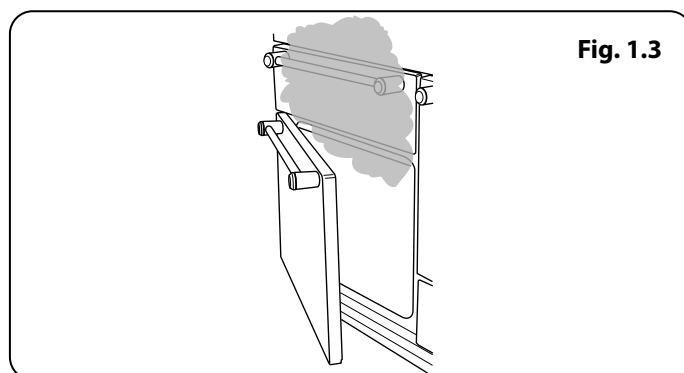

Fig. 1.3
- La cuisson d'aliments à haute teneur en eau peut produire une « bouffée de vapeur » à l'ouverture de la porte du four. Lorsque vous ouvrez la porte du four, reculez-vous et attendez que la vapeur se soit dissipée (**Fig. 1.3**).